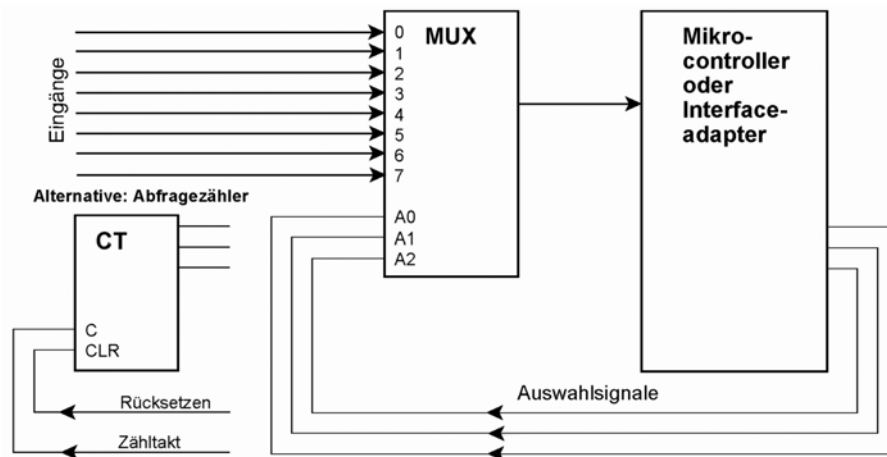

Abb. 2.8 Informationseingabe über Multiplexer
- Abfrage über Multiplexer (Abb. 2.8).